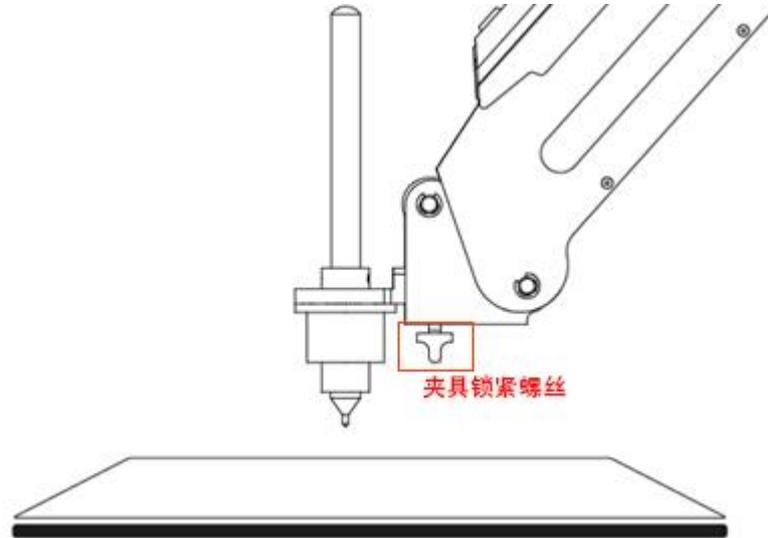

图 5.29 安装写字套件
**步骤 2** 用夹具锁紧螺丝将写字套件的夹具锁紧在机械臂末端，如图 5.29所示。